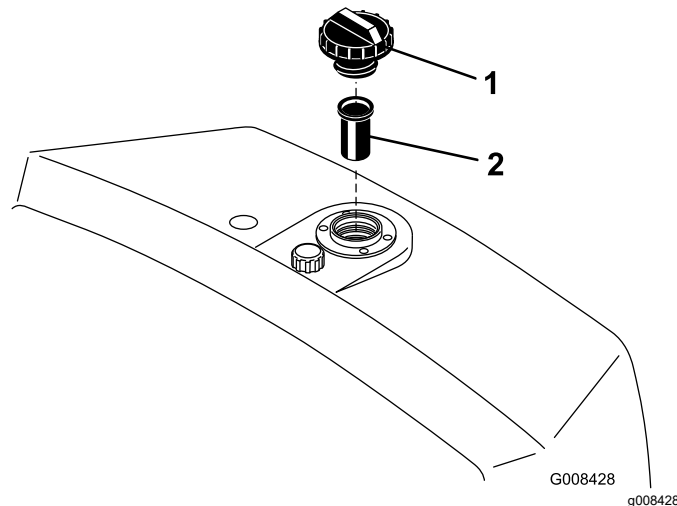

Figura 49
2. Scoateți capacul rezervorului și verificați nivelul uleiului. Uleiul ar trebui să ajungă până la partea de jos a ecranului din gâtul rezervorului (Figura 49).